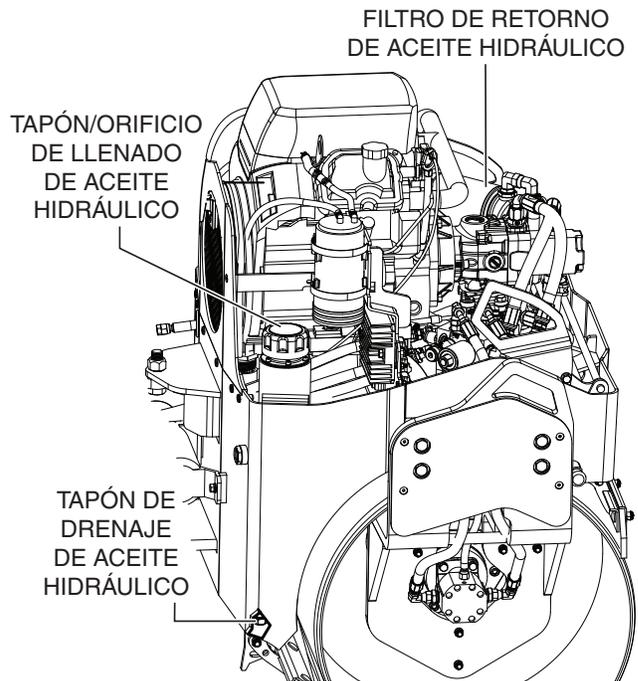

Figura 28. Ubicación de los filtros hidráulicos
El filtro de aspiración (Figura 28) está dentro del tanque hidráulico. Está adherido al conector unido a la manguera de succión de la bomba hidráulica.
El filtro de retorno (Figura 28) está en la parte delantera del compartimiento del motor. Reemplace ambos filtros según la Tabla 5.
2. Quite el tapón de drenaje de aceite hidráulico (Figura 28) y drene el aceite. Elimine el aceite usado de manera ecológica. Vuelva a colocar el tapón y ajústelo.